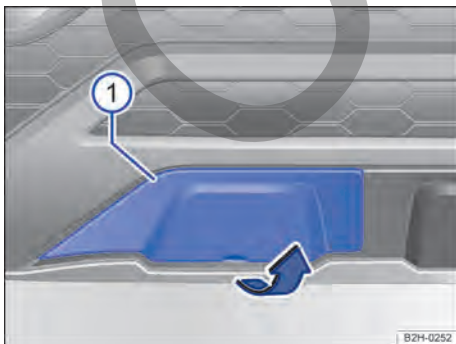

Fig. 166 En el lado derecho del paragolpes delantero: cubierta, variante 1.
① Cubierta
1. Introduzca la mano por el rebaje de la cubierta y retire esta en el sentido de la flecha → Fig. 166 ①.